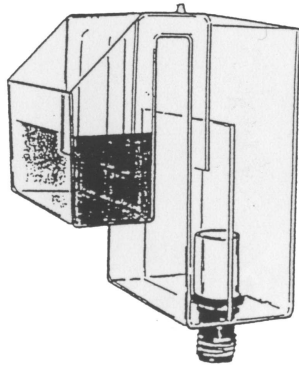

Abb. 2
3. Befestigen Sie den Überlaufkasten an geeigneter Stelle auf Ihrem Aquarium und lassen Sie das Wasser in die Zulaufkammer fließen (Abb. 2). Mit dem unteren Einstellknopf können Sie jetzt den Ablaufkasten so fixieren, dass er gerade hängt.